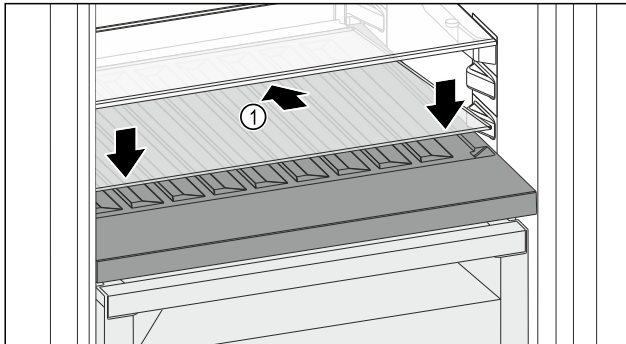

Fig. 94
- Posizionare il ripiano di vetro Fig. 94 (1) inclinato indietro e verso il basso.
- Abbassare la parte anteriore del ripiano di vetro Fig. 94 (1).